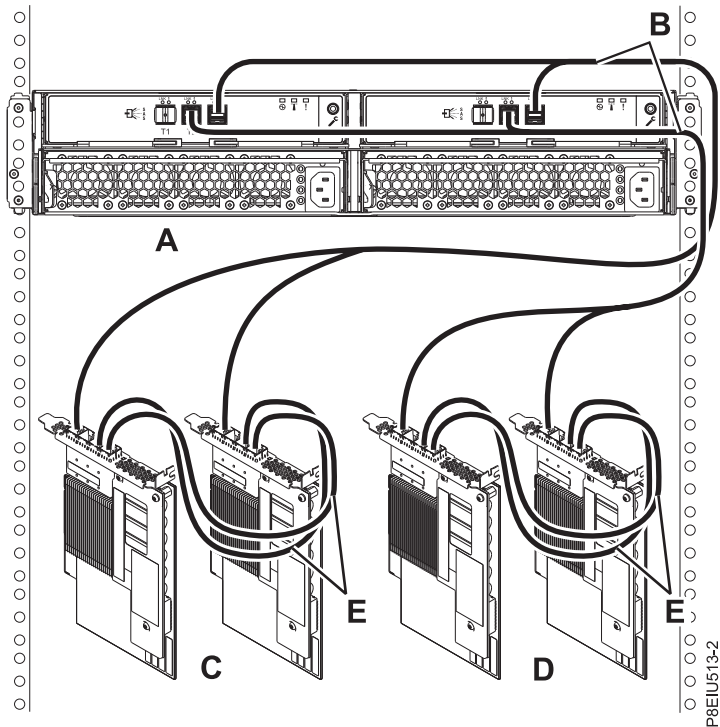

図 19. AA ケーブル付きの 2 対の FC EJ0L SAS アダプター・ペアまたは 2 対の FC EJ14 SAS アダプター・ペアへの X12 ケーブルを使用した、1 台の ESLS のモード 2 接続
19. 22 ページの図 19 に示すように、AA ケーブル (E) 付きの 2 対の FC EJ0L SAS アダプター・ペアまたは 2 対の FC EJ14 SAS アダプター・ペア (C、D) への X12 ケーブル (B) を使用して 1 台のエンクロージャー (A) のモード 2 接続を実行してから、24 ページの『ケーブルと電源コードの接続およびカバーの取り付け』に進みます。